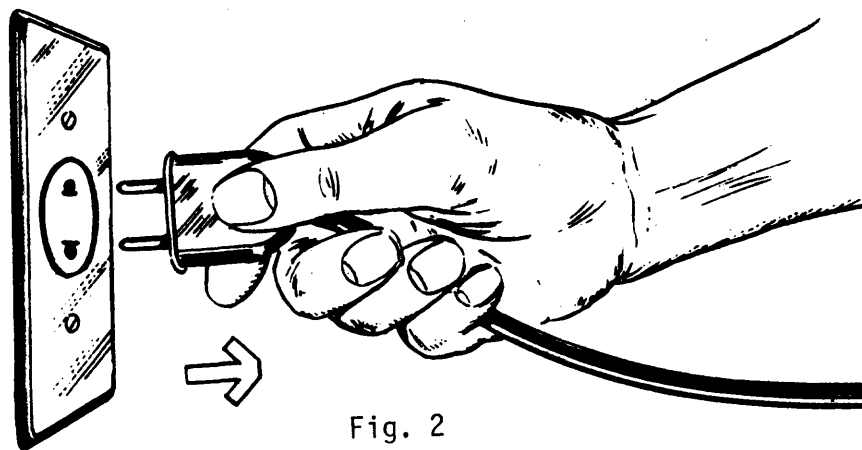

Fig. 2
*NUNCA RETIRE EL ENCHUFE TIRANDO POR EL HILO (fig. 2).*